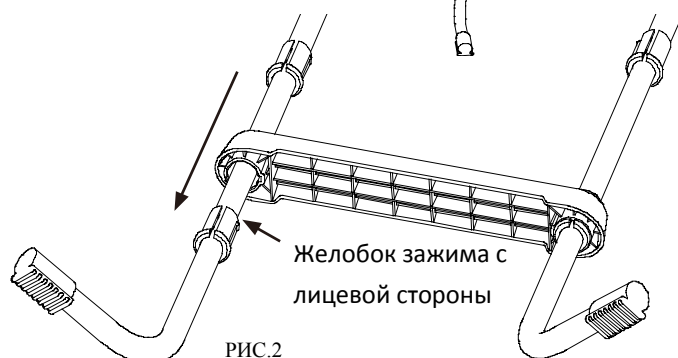

РИС.2
1. Разделите опоры лестницы (40) – на левые и правые (2 шт. каждого вида). Наверху каждой из опор будет написано “L” (левое) и “R” (правое).
2. Начните работы с “R” (правой) стороны лестницы (40). Аккуратно вскройте зажим для лестничной перекладины (44) с той стороны, где удобнее будет достать до верхнего отсека лестничной опоры и протолкните её сверху вниз, как показано на РИС. 1. Желобок в зажиме должен быть с внешней стороны опоры, как показано на рис. 2. Повторите данную процедуру с “L” (левой) секцией.
3. Наденьте ступеньку (42) на обе опоры. Убедитесь, что правая сторона ступеньки (с отметкой “R”) установлена на правую опору. Вдевайте ступеньку на зажим (44) до тех пор, пока она полностью не встанет на него и не зафиксируется на спинках зажимов. При установке лестничной ступень, зажим (44) должен быть установлен на лестничной опоре в четко предназначенном для него месте.
Между зажимами и тыльной стороной ступеньки необходимо оставлять небольшой зазор. См. РИС. 2.